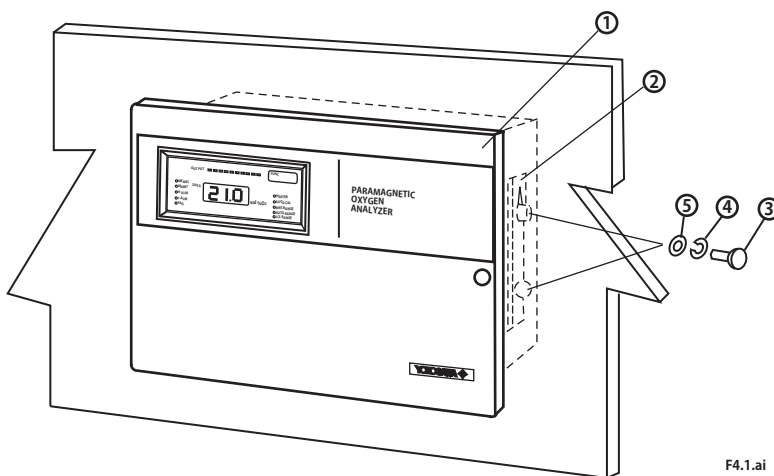

図 4.1 濃度計の取り付け（その 1）
本体①の側面に付いている取付け金具②を取りはずし、本体①をパネルカット穴から中に押し込みます（①～⑤は図 4.1 を、パネルカット寸法は 3.3 外形寸法図をご参照ください）。
取付け金具②を図 4.1 の破線の向きにし、ボルト③（M8 × 10）、スプリングワッシャ④、ワッシャ⑤で本体に取付けます。